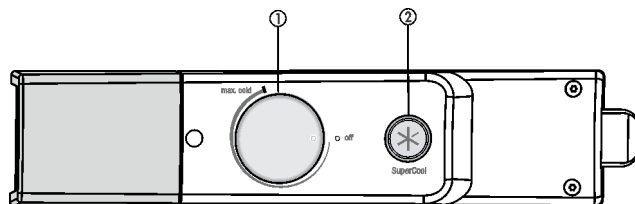

Fig. 3
- ▶ Поверните регулятор температуры *Fig. 3 (1)* по часовой стрелке к позиции средней точки температуры между положением **off** и **max cold**.
- ▶ Поверните регулятор температуры *Fig. 3 (1)*.